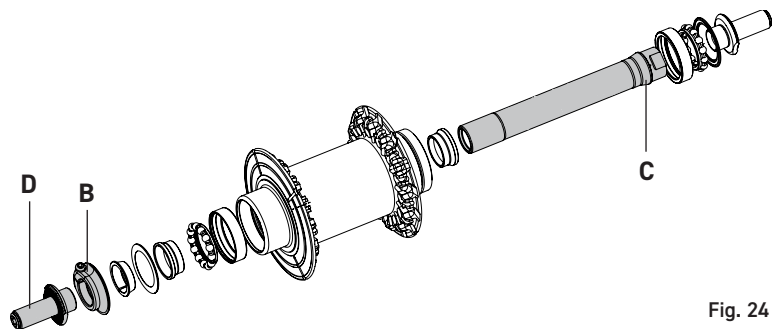

Fig. 24
• Fije el eje con una llave fija de 14 mm que deberá introducir en la posición C (Fig. 24) y, en el lado izquierdo donde está la tuerca B (Fig. 24) de regulación del buje, quite el adaptador D (Fig. 24) con una llave de 19mm. En lugar de la llave de 19 mm se puede utilizar una llave Torx T30, introduciéndola en el extremo del buje.
• Fije el eje con una llave fija de 14 mm que deberá introducir en la posición C (Fig. 24) y apriete el adaptador D (Fig. 24) con una llave de 19mm, a un par de 12 Nm. En lugar de la llave de 19 mm se puede utilizar una llave Torx T30, introduciéndola en el extremo del buje.